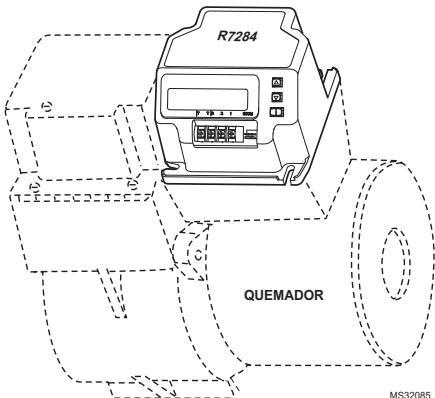

Fig. 1. Montaje del R7284 en la caja de empalmes.
- Instálelo en una caja de empalmes de 102 x 102 mm (4 x 4 in), directamente sobre el quemador principal o dentro del gabinete del artefacto. En aplicaciones de reemplazo, instálelo en la misma ubicación que el control anterior. Consulte la Fig. 1. Asegúrese de que las temperaturas de funcionamiento se encuentren dentro del rango de temperatura ambiente (consulte la sección Especificaciones).